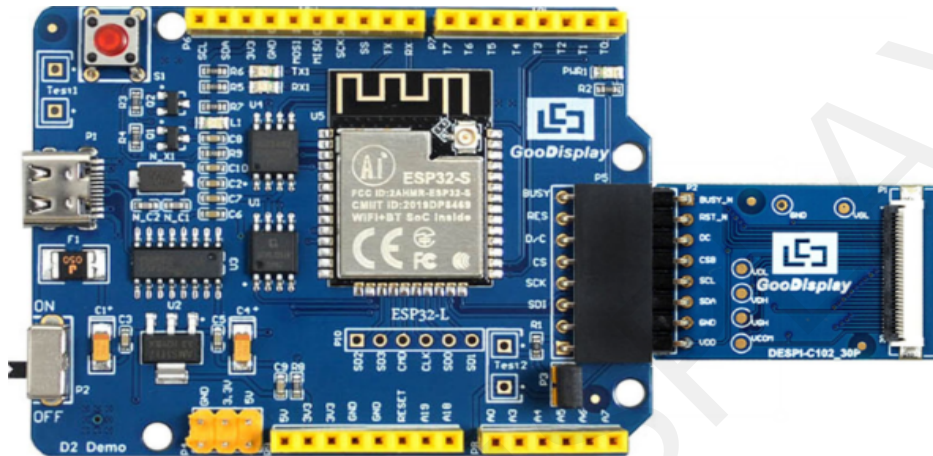
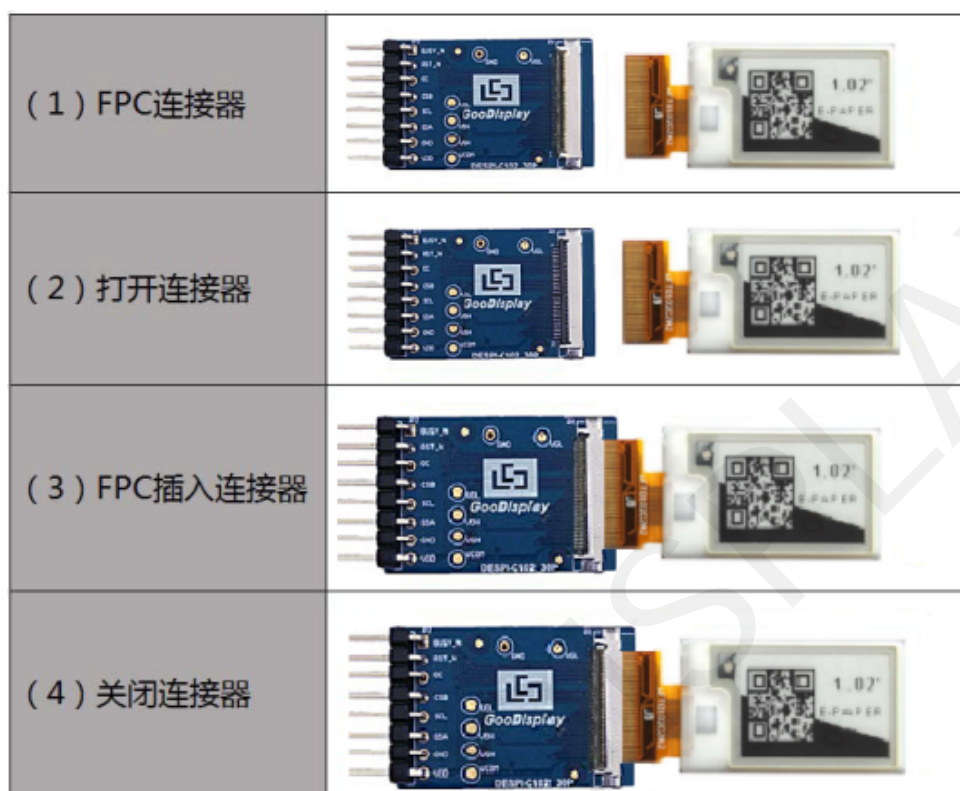

图 3 主板与转接板连接方式
图 4 电子纸与转接板连接方式
1) 将主板和转接板以图 3 所示方式相连，将电子纸 FPC 以图 4 所示方式连接至转接板的连接器（注意电子纸的连接方向）。